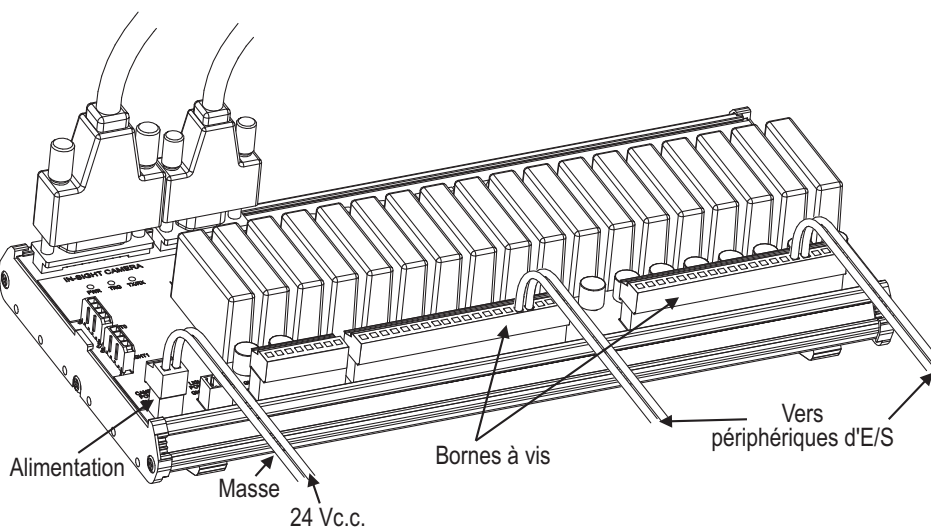

Figure 3-6 : Connexion des fils d'E/S
2. Raccordez le bloc d'alimentation et les fils de terre des périphériques d'E/S distants vers les bornes du module d'extension d'E/S (Figure 3-6).